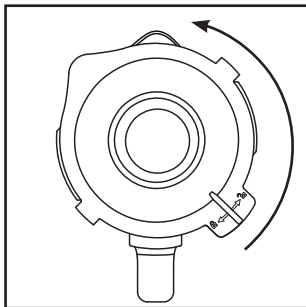

Fig. 1
- 1) Drej blenderkanden ③ i retning mod uret, indtil pilen ▼ under blenderkandens håndtag står over positionen ↶. Tag blenderkanden ③ lodret op fra motorblokken ⑥.
- 2) Fjern låget ② ved at dreje det mod uret i retning af position ↷ (se fig. 1), indtil du kan tage det af oppefra.
- 3) Fyld blenderkanden ③ mindst op til den nederste streg på skalaen ⑧ og maksimalt til MAX-markeringen. For at opnå optimale resultater anbefaler vi følgende maksimale påfyldningsmængder: